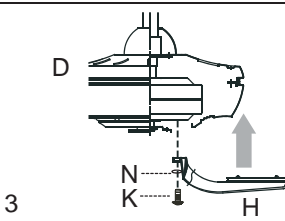

Fig. 3
3. Introduzca un solo tornillo del motor (K), con la arandela de seguridad (N), en el brazo para la paleta (H) para sujetar el brazo para la paleta (H) al motor y apriete el tornillo del motor (K) parcialmente. [Fig. 3] Repita con los demás brazos para las paletas (H).